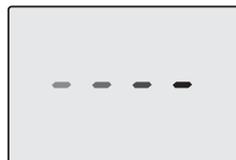
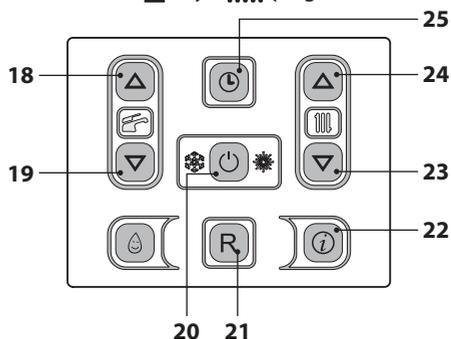

Figura 6.7
Figura 6.8
- Conecte la alimentación eléctrica de la caldera accionando el interruptor bipolar incluido en la instalación. El display LCD mostrará el símbolo (Figura 6.7).
- Mantenga pulsado durante 2 segundos el botón 20 hasta que aparezcan en el display los símbolos y (Figura 6.8).
- Apague la caldera manteniendo pulsado durante 2 segundos el botón 20 (Figura 6.8) hasta que aparezca en el display LCD el símbolo  (Figura 6.7).